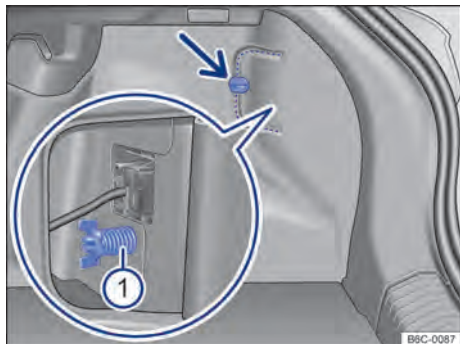
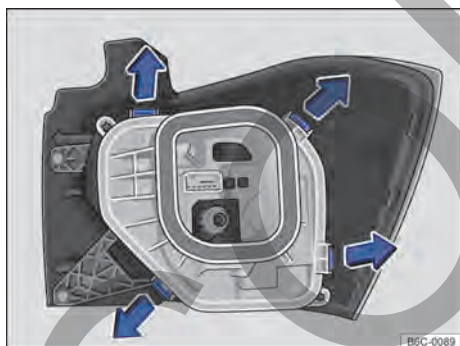

Fig. 167 En el maletero: desmontar la cubierta y retirar el tornillo mariposa ① (fragmento ampliado).
Fig. 168 Linterna trasera: desmontar el portalámparas.
- ① Observar la lista de control y ejecutar las acciones → pág. 209.
- ② Abrir la tapa trasera → pág. 73.
- ③ Para abrir la cubierta de la luz, girar la traba → fig. 167 (flecha).
- ④ Abrir la cubierta junto con la traba hacia el costado.
- ⑤ Aflojar el tornillo mariposa ① (fragmento ampliado) y retirarlo, sosteniendo, al mismo tiempo, la linterna trasera.
- ⑥ Tirar con cuidado de la linterna trasera hacia afuera, para desengancharla de la carrocería → ①.
- ⑦ Desenganjar el conector de alimentación de las lámparas de la linterna, para remover totalmente la linterna.
- ⑧ Colocar la linterna trasera sobre una superficie limpia y lisa.
- ⑨ Para desbloquear el soporte de las lámparas, presionar cada lengüeta de bloqueo → fig. 168 en el sentido de las flechas.
- ⑩ Desmonte el portalámparas con cuidado.
- ⑪ Para retirar las bombillas quemadas presione la bombilla contra el alojamiento y gírela en sentido antihorario.
- ⑫ Cambiar la bombilla quemada por una bombilla nueva del mismo modelo.
- ⑬ Para insertar las lámparas nuevas en el portalámparas, introduzca la nueva lámpara en el alojamiento correspondiente. Presione la bombilla y gírela en sentido horario hasta el tope.
- ⑭ Cerciorarse de que las lámparas estén correctamente fijadas en el soporte.
- ⑮ Instalar el soporte de las lámparas en la linterna trasera. Las lengüetas de bloqueo → fig. 168 deben encajar de forma audible.
- ⑯ Colocar el conector de alimentación en la luz.
- ⑰ Encajar la linterna trasera cuidadosamente en el alojamiento de la carrocería.
- ⑱ Sustener la luz trasera en la posición de montaje con una de las manos y atornillar con la otra el tornillo mariposa → fig. 167 ①.
- ⑲ Volver a colocar la cubierta de la linterna en su posición y girar la traba para cerrar.
- ⑳ Cerrar la tapa trasera → pág. 73.